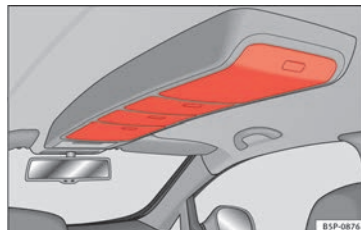

Fig. 87 Porta-objetos no tejadilho.
- Para abrir estes compartimentos, pressione sobre o botão da tampa, » **Fig. 87**. A tampa abre-se automaticamente.